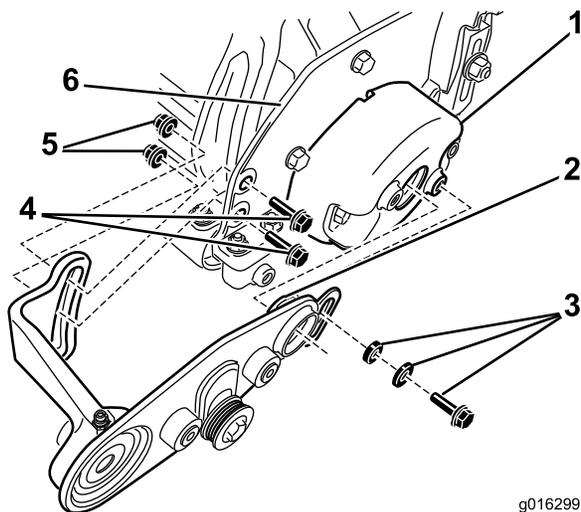

Рисунок 5
6. Установите уплотнительное кольцо на направляющий поясок правой опоры щетки; см. Рисунок 5.
- B. Нанесите тонкий слой консистентной смазки на уплотнительное кольцо, установленное на направляющий поясок правой опоры щетки; см. Рисунок 5.
- C. Введите направляющий поясок в противовес и прикрепите переднюю сторону правой опоры щетки к бобышке в противовесе посредством проставки подшипника, шайбы и болта с контрлящей смазкой (Рисунок 5).
- D. Прикрепите заднюю сторону правой опоры щетки к внутренней стороне боковой плиты режущего блока двумя шестигранными болтами и двумя фланцевыми гайками (Рисунок 5).